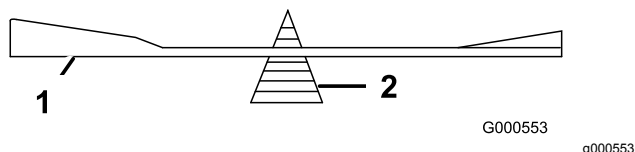

Figura 67
2. Controllate l'equilibrio della lama posizionandola su un bilanciatore (Figura 67).